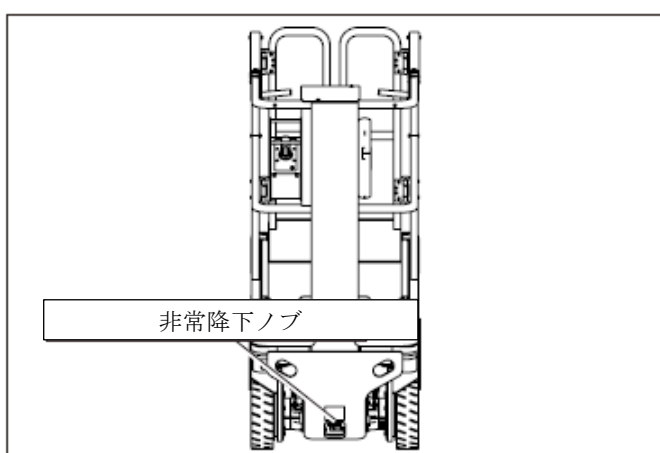

図5 - シャーシ前側
3. 高所作業車の前側にある非常降下ノブの位置を確認します（図5を参照）。